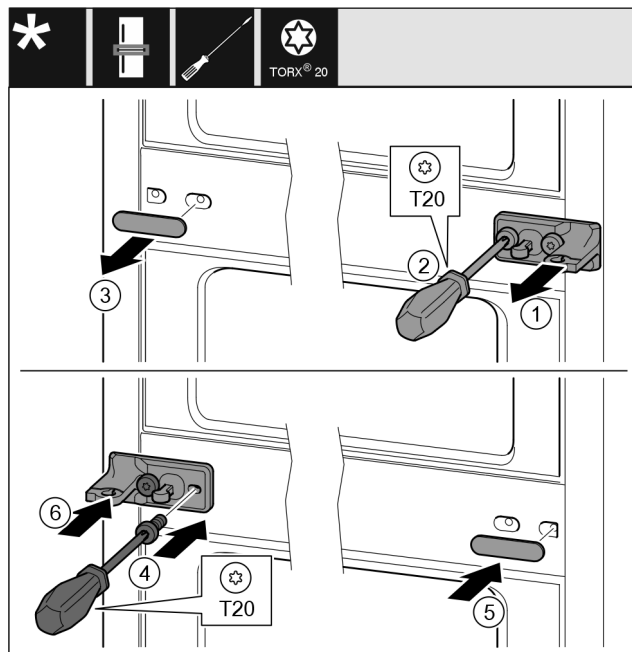

Fig. 43
- Scheibe Fig. 43 (1) abziehen.
- Schrauben Fig. 43 (2) mit Schraubendreher herausdrehen.
- Abdeckung Fig. 43 (3) vorsichtig abziehen.
- Lagerbock mit Folie Fig. 43 (4) um 180° gedreht auf der anderen Seite fest anschrauben.
- Abdeckung Fig. 43 (5) um 180° gedreht auf der anderen Seite anbringen.
- Scheibe Fig. 43 (6) von vorn aufschieben.